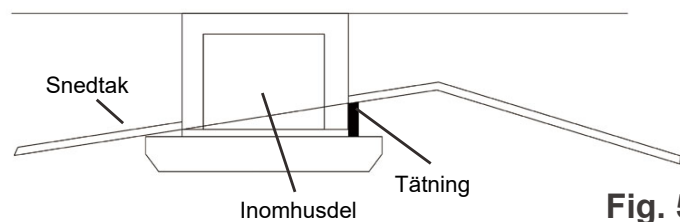

Fig. 5
- Om enheten ska monteras i snedtak, måste mellanrummet mellan tak och utblåspanel tätas, för att inomhusdelen ska hänga i våg, enligt Fig. 5.